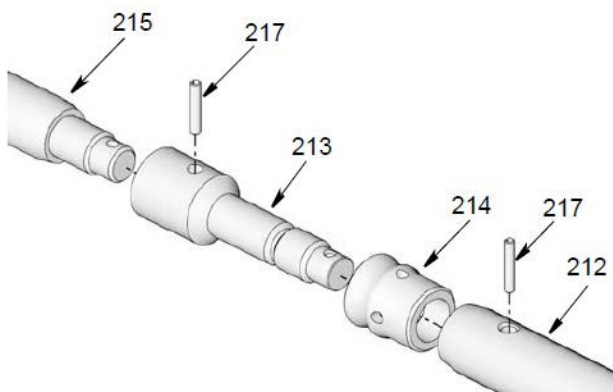

Рис. 25
21. Выбейте прессом или молотком штифт (217), закрепленный вместе с рычажным сегментом (рис. 25). Отвинтите лопастной шток (215) и шайбовый рычаг (212) с поршня (213) вручную.
22. Снимите поршневое уплотнение (214) с поршня (213). Дайте поршневому уплотнению (214) и штифту (217) выйти из употребления. Новые заменяемые детали входят в состав комплекта запасных частей.
23. Визуально проверьте внутренние поверхности рычажного сегмента и цилиндра (204) насоса, убедитесь в отсутствии изгиба или повреждений при последующем демонтаже. Изгиб и/или разрушение деталей насоса могут привести к невозможности поддержания давления и/или высокоэффективной работы.